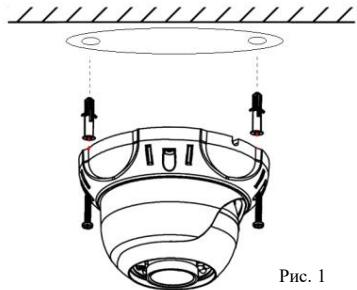

Рис. 1
- Просверлите два отверстия в соответствии с монтажным шаблоном, затем при помощи шурупов и дюбелей закрепите камеру в подготовленные отверстия (см. рис.1).